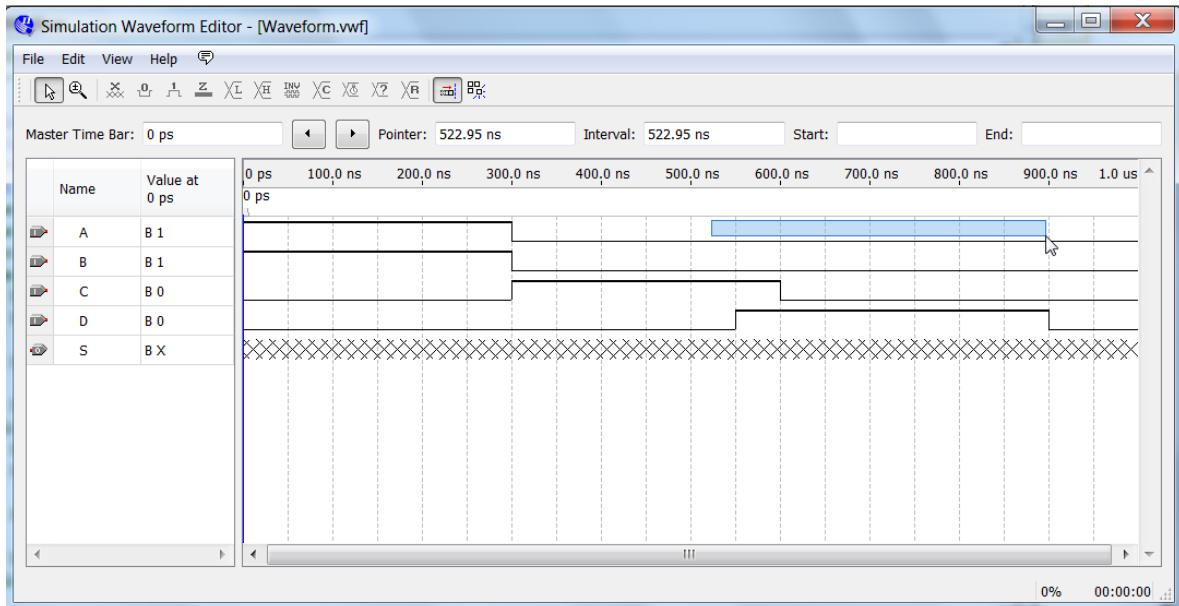
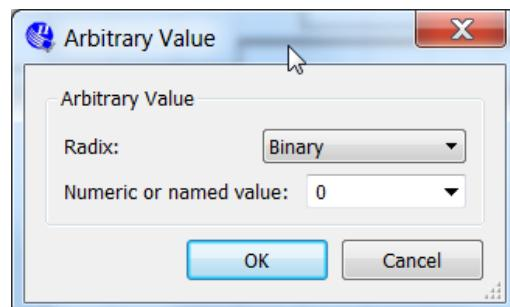

Figura 25 - Marcação de um intervalo para definir um valor
Figura 26 - Seleção de um valor
**Dica:** para definir um valor de um sinal em um intervalo, marque o intervalo sem cruzar as linhas horizontais (Figura 25). Depois clique duas vezes na caixa azul e define a valor desejado na janela que se abre (Figura 26).